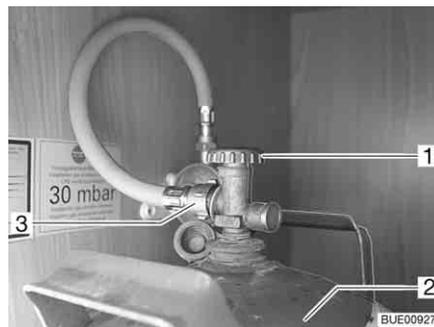

Bild 162 Gaskasten
- Haupt-Absperrventil (Bild 162,1) an Gasflasche (Bild 162,2) schließen. Pfeilrichtung beachten.
- Gasschlauch (Bild 162,3) von Gasflasche abschrauben.